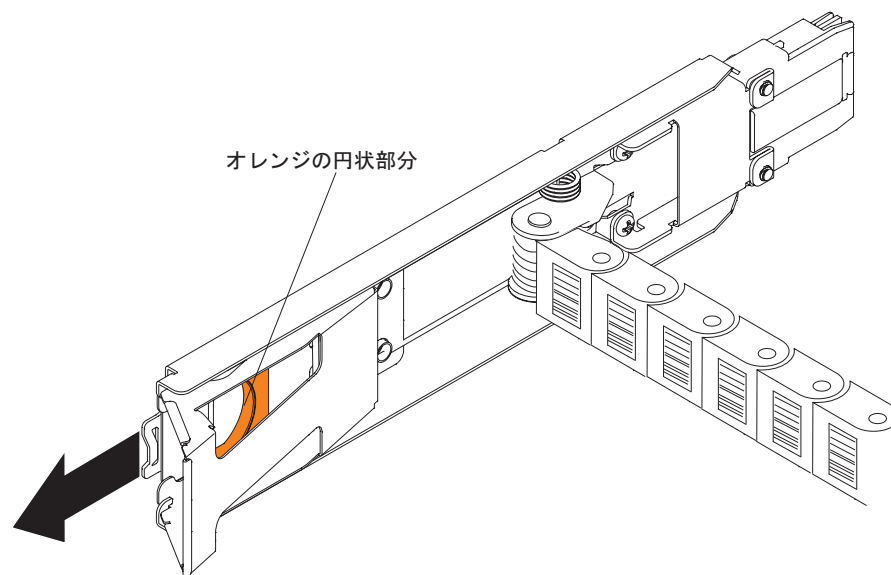

図 63. ミッドプレーンに接続される垂直取り付け金具
- a. ミッドプレーンから右のケーブル・チェーンの取り付け金具を切り離します。オレンジ色のハンドル（145 ページの図 63 を参照）をつかんで、取り付け金具をストレージ拡張エンクロージャから引き出します。必要ならフラッシュライトを使用して、オレンジ色の円状の部分を確認してください。